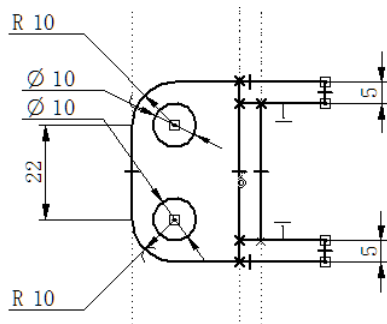
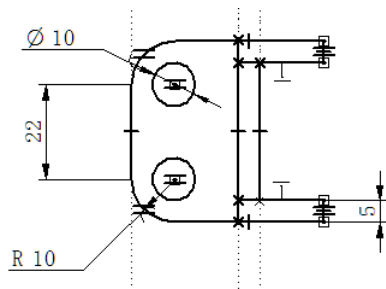

图 7.2.27 绘制圆
图 7.2.28 添加相等约束
Step9. 在 **主页** 功能选项卡的 **绘图** 区域中选择  命令，在“圆弧”工具条中 **直径 (D)** 文本框中输入数值 10，捕捉图 7.2.27 所示的圆弧中心，绘制圆，结果如图 7.2.27 所示，按 Esc 键结束命令。
(1) 将重复的尺寸 R10、 $\phi 10$ 和 5 等删掉一个。
(2) 在 **主页** 功能选项卡的 **相关** 区域中单击  按钮，然后分别选取对应的圆弧和直线，添加相等约束，结果如图 7.2.28 所示。